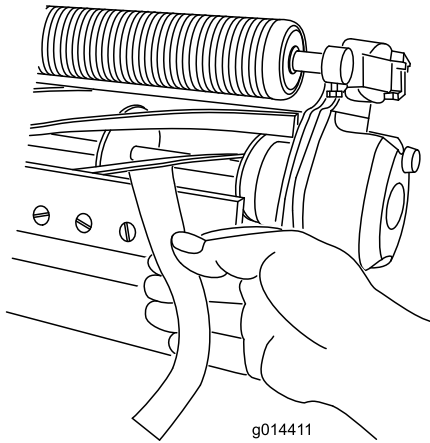

图5
3. 在滚刀的一端, 将一长条报纸插入滚刀与底刀之间(图5)。在从前面插入报纸并与底刀保持平行时, 缓
5. 完成调节后，检查从前面插入报纸时，滚刀是否能压紧报纸，以及在与底刀垂直插入时是否会切割报纸（图5）。